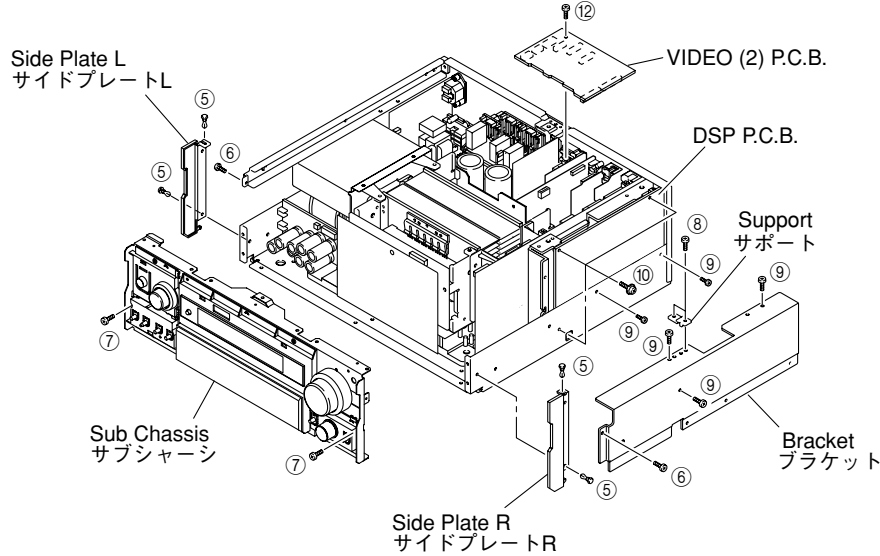

Fig. 2
- a. Remove 4 push rivets (⑤) and then remove the Side Plates. (Fig. 2)
- b. Remove 2 screws (⑥) and 2 screws (⑦). (Fig. 2)
- d. Remove the Sub Chassis forward. (Fig. 2)
- a. ⑤のプッシュリベット4本を外し、サイドプレートを取り外します。(Fig. 2)
- b. ⑥のネジ2本、⑦のネジ2本を外します。(Fig. 2)
- d. サブシャーシを前方に取り外します。(Fig. 2)
- a. Remove 2 screws (⑧) and then remove the Supports. (Fig. 2)
- b. Remove 5 screws (⑨) and then remove the Bracket. (Fig. 2)
- c. Remove 3 screws (⑩). (Fig. 2)
- f. Remove the DSP P.C.B. upward. (Fig. 2)
- a. ⑧のネジ2本を外し、サポートを取り外します。(Fig. 2)
- b. ⑨のネジ5本を外し、ブラケットを取り外します。(Fig. 2)
- c. ⑩のネジ3本を外します。(Fig. 2)
- f. DSP P.C.B.を上方に取り外します。(Fig. 2)
5. Removal of VIDEO (2) P.C.B.
- a. Remove 1 screw (12). (Fig. 2)
- c. Remove the VIDEO (2) P.C.B. which is connected directly to the lower P.C.B. with connectors. (Fig. 2)
5. VIDEO (2) P.C.B.の外し方
- a. ⑫のネジ1本を外します。(Fig. 2)
- c. VIDEO (2) P.C.B.を取り外します。下方のP.C.B.と直接コネクタ接続されています。(Fig. 2)